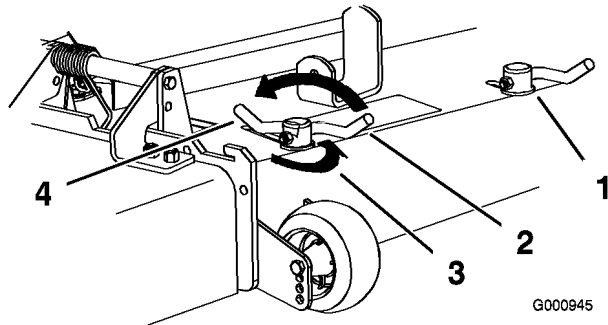

Figura 21
3. Per regolare i blocchi delle camme alzate la leva e allentate i blocchi (Figura 21).
5. Spostate la leva sopra per serrare il deflettore e i blocchi delle camme (Figura 21).